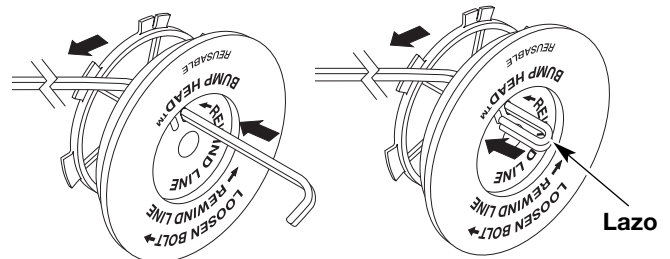

Fig. 33
8. Tome aproximadamente 3 m (10 pies) de nueva línea de corte. Inserte un extremo de la línea a través de uno de los orificios del carrete interior (Fig. 33). Pase la línea a través del carrete interior hasta que queden sólo 4 pulgadas fuera.
9. Inserte el extremo de la línea en el orificio abierto del carrete interior y tire de la línea en forma ajustada a fin de que el lazo sea lo más pequeño posible (Fig. 33).